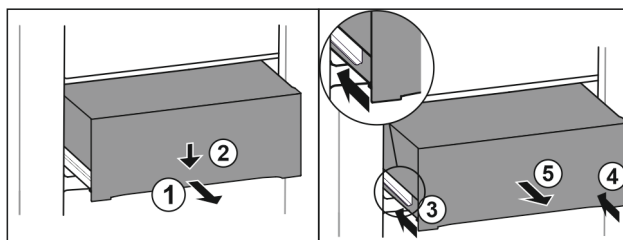

Fig. 165
- Zásuvku napůl vytáhněte. Fig. 165 (1)
- Stlačte zásuvku na přední straně dolů. Fig. 165 (2)
- Zasuňte levou kolejničku přibližně do 2 cm. Fig. 165 (3)
- Zasuňte pravou kolejničku přibližně do 2 cm. Fig. 165 (4)
- Vyjměte zásuvku dopředu. Fig. 165 (5)